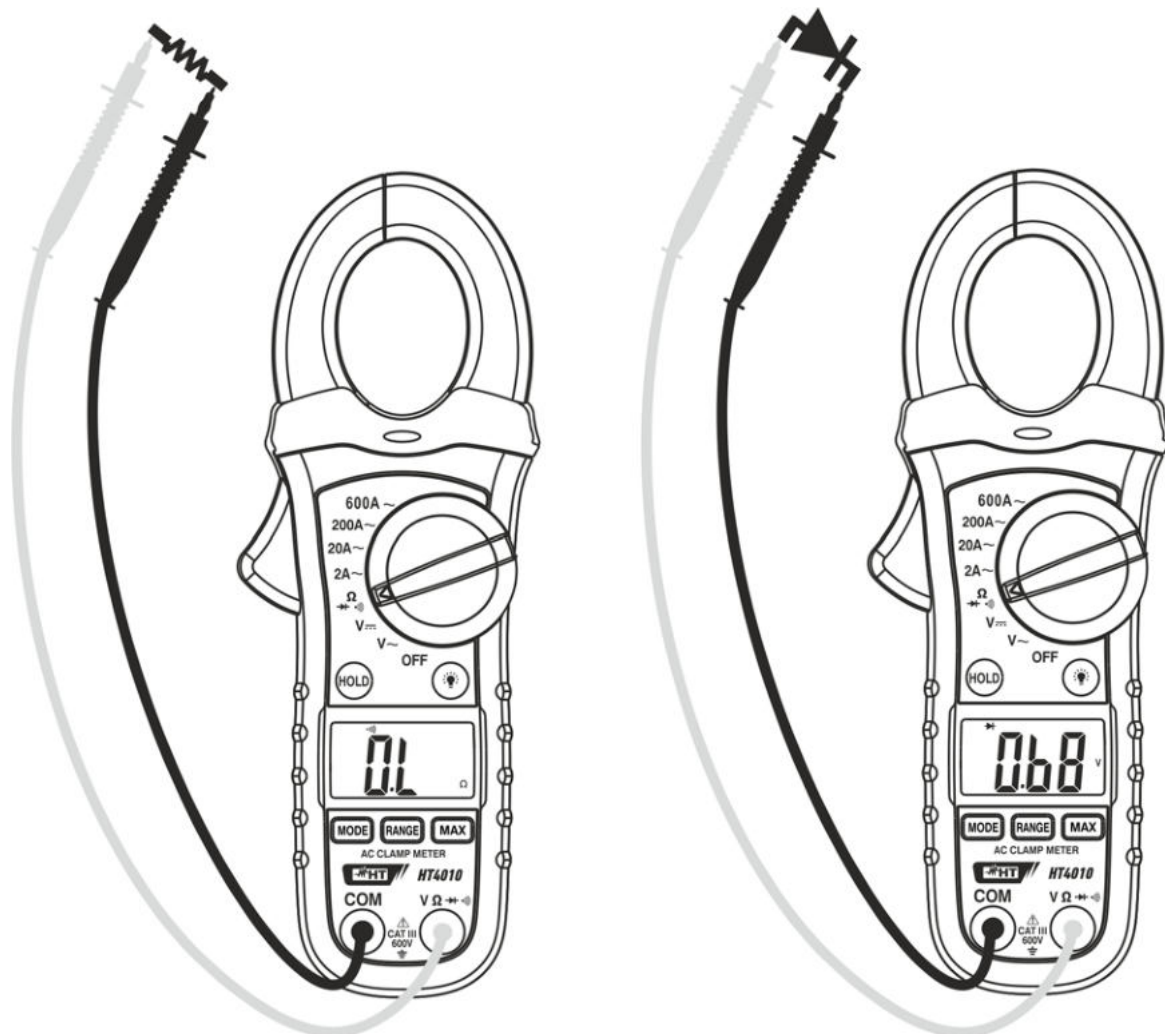

Fig. 6: Uso della pinza per Test Continuità e Prova Diodi
3. Inserire il cavo rosso nel terminale di ingresso $V\Omega \rightarrow \text{diode symbol}$ e il cavo nero nel terminale di ingresso **COM** ed eseguire il test di continuità sull'oggetto in prova (vedere Fig. 6 – parte sinistra). Il cicalino emette un segnale acustico quando il valore della resistenza misurata è $<150\Omega$
5. Connettere il puntale rosso all'anodo del diodo e il puntale nero al catodo in caso di misura di polarizzazione diretta (vedere Fig. 6 – parte destra). Invertire la posizione dei puntali in caso di misura di polarizzazione inversa